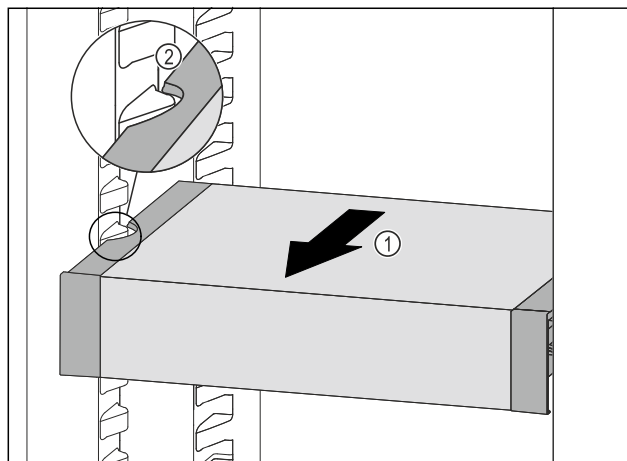

Fig. 172
- Tërhiqni VarioSafe për nga përpara Fig. 172 (1), derisa foletë anësore të VarioSafe të jenë në lartësinë e brinjëve të kutisë në pjesën e ftohjes. Fig. 172 (2)